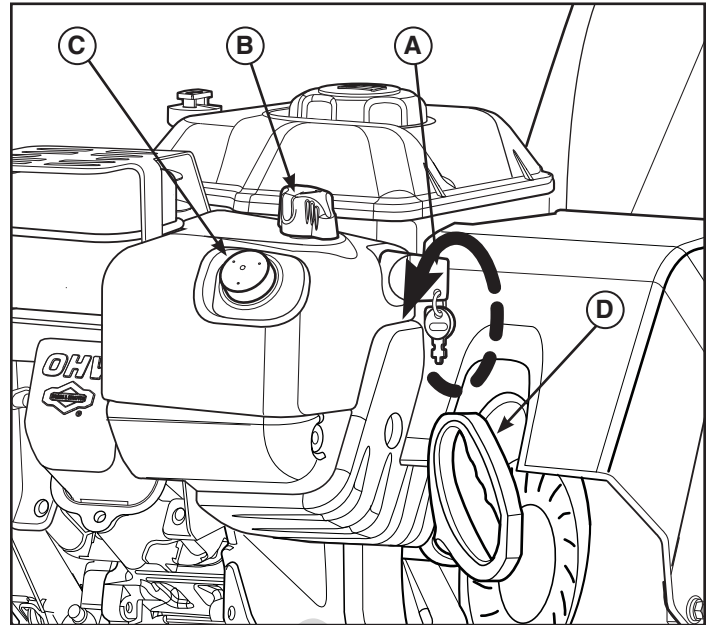

Figure 5
3. Insérez la clé de contact MARCHE/ARRÊT (A, Figure 5) et tournez-la sur la position MARCHE ou insérez la clé à tirette si la machine en est équipée.
4. Tournez le bouton de starter (B) complètement dans le sens des aiguilles d'une montre si le moteur est froid.
5. Appuyez sur le bouton d'amorceur (C) à deux reprises.
6. **Démarrage rembobinage :** Tenir fermement la manette du cordon de démarreur (D, Figure 5). Tirer la manette de cordon de démarreur lentement jusqu'à ce qu'une résistance se produise, puis tirer rapidement.